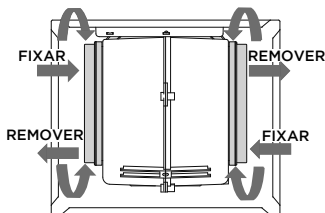

Fig. 2
- Remova o filtro de carvão ativado usado (Fig. 2).
- Fixe corretamente o novo filtro na coifa (Fig. 2).